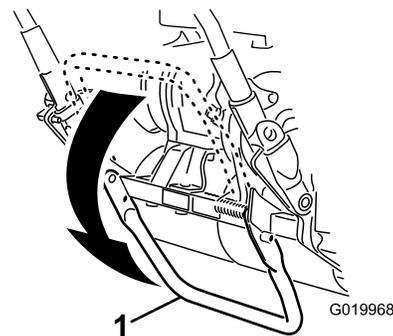

図 9
1. キックスタンドを立てる (キックスタンドの中央部に足を置き、機体の下部についているハンドルで機体を持ち上げると、スタンドの上に機体が載る (図 9))。